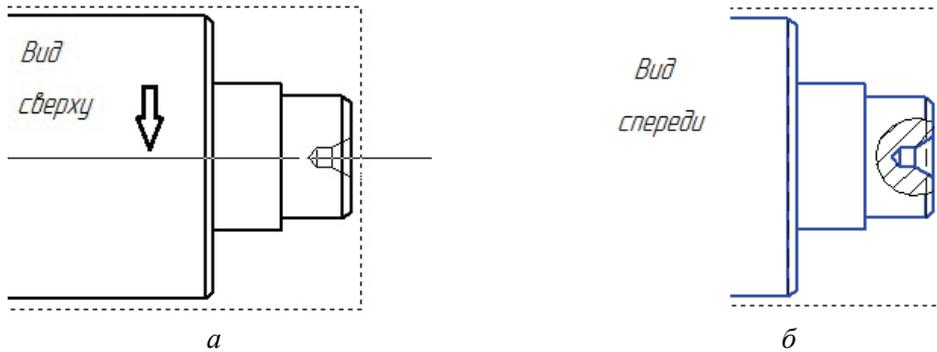

Рис. 8.22
- На виде *Сверху* (рис. 8.22, а) укажите положение секущей плоскости местного разреза. На главном виде чертежа система построит местный разрез (рис. 8.22, б).